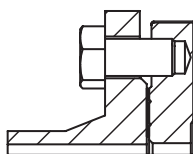

图3b/FIG.3b SI
- 请选择合适长度的螺栓，如果太长，则不能完全旋紧。应按图3b或3c所示安装。交叉旋紧螺栓。